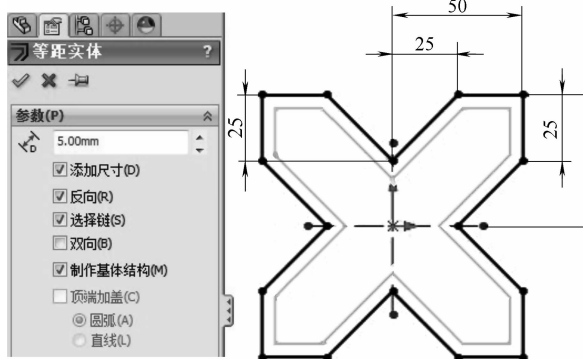
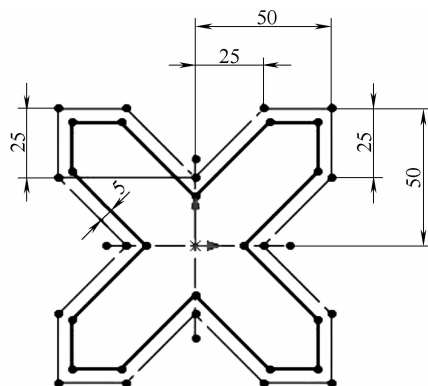

图 2-35 未勾选【制作基体结构】复选框的草图
图 2-36 勾选【制作基体结构】复选框完成的草图
(5) 【制作基体结构】复选框 可以将等距草图元素的源元素制作成构造线，如图 2-35 和图 2-36 所示。